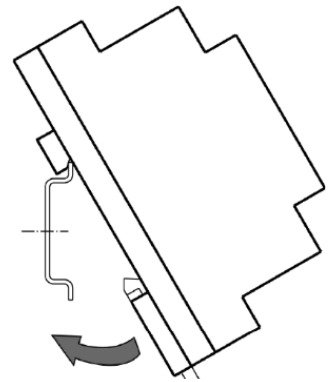

Рисунок 4.9 – Монтаж пристрою DIN-рейкового кріплення
2. Встановити пристрій на DIN-рейку згідно з рисунок 4.9.